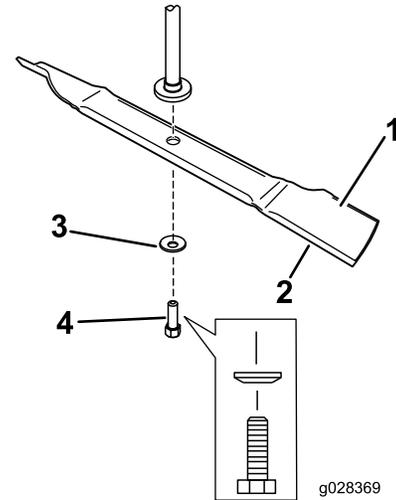

Bild 9
1. Setzen Sie das Messer auf die Spindelwelle (Bild 9).
2. Setzen Sie die Wellenscheibe (Kappenseite zum Messer) und die Messerschraube ein (Bild 9).
Hinweis: Bringen Sie keine Messerverstärkung an. Diese Messer benötigen keine Messerverstärkung (Bild 9).